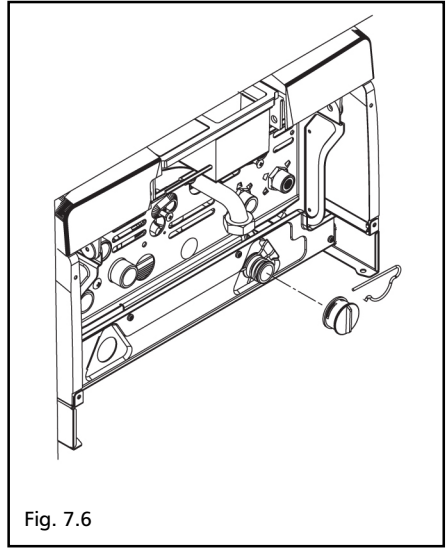

Fig. 7.6
- dopo aver rimosso la molletta di fissaggio, togliere il tappo del sifone scarico condensa facendo attenzione alla fuoriuscita dell'acqua condensata (fig. 7.6)